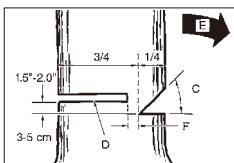

Fig. 11B
ADVARSEL: Gå aldrig foran et træ, som har fået et indsnit. Lav fældesnittet (D) på den anden side af træet, og lave det ca. 3-5cm over kanten af indsnittet (C) (Fig. 11B).